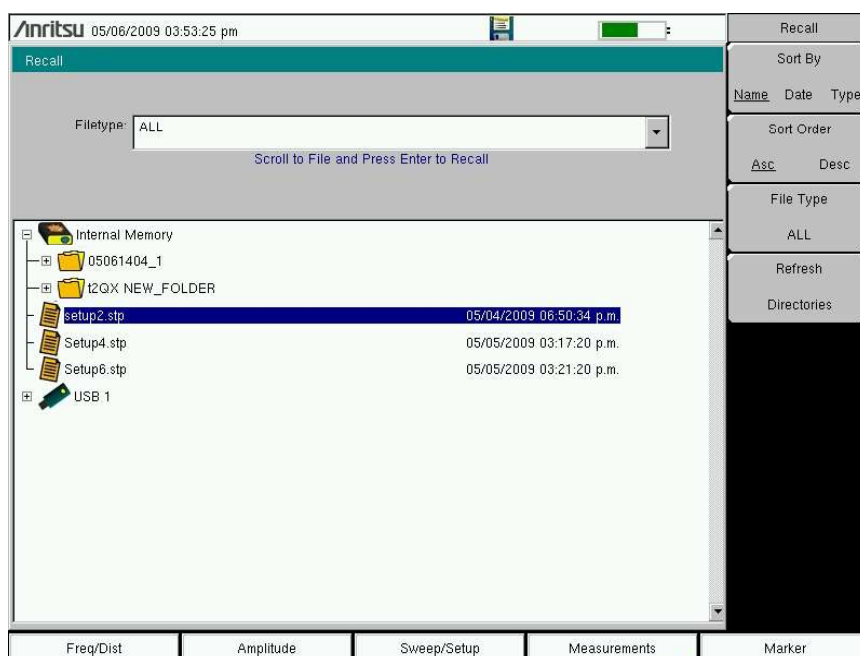

図 4-13 リコール・ダイアログボックス
4-13 ページの図 4-13 に表示されるこのメニューとダイアログ・ボックスは、フォルダをナビゲートし、またスペクトラムマスタへリコールするファイルを選択するために使用されます。上/下キー、回転ツマミまたはタッチスクリーンを使用して、フォルダまたはファイルを選択してください。ファイル・メインメニュー・キーのない計測器モードについては、ファイル・メニュー用のキーシーケンスも、Shift、次いで File(7) です。